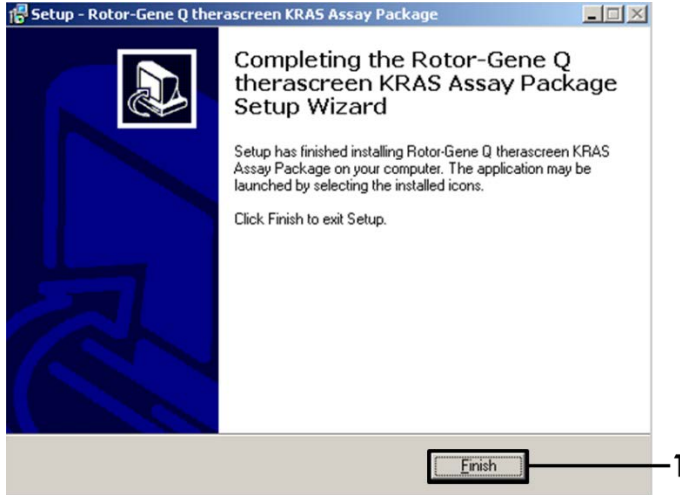

Figura 41. Finalización del asistente.
6. En la última ventana de configuración, haga clic en Finish (Finalizar) para salir del asistente de configuración. (Figura 41).